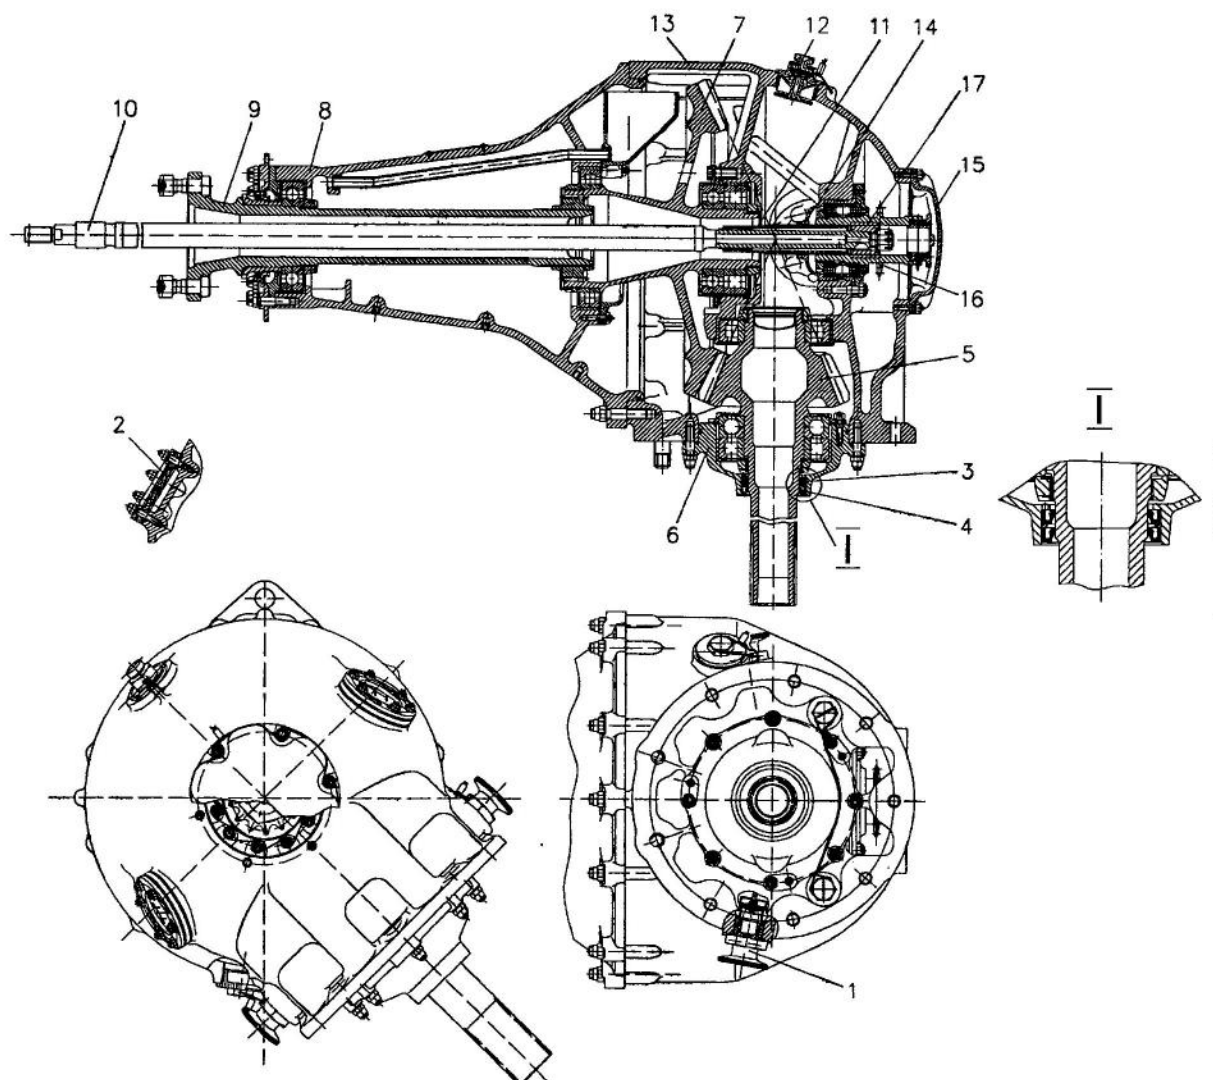

Рис. 1 (лист 1 из 2) Редуктор хвостовой
Хвостовой редуктор (рис. 1) предназначен для передачи вращения тянущему рулевому винту с требуемым числом оборотов.
Хвостовой редуктор (см. рис.1) состоит из следующих основных узлов: картера (13), ведущего колеса (5) с крышкой (6), ведомого вала (9) с ведомым колесом (7), крышки картера (8), штока (10) со шлицевой гильзой (11) и червяком штока (17), звездочки (16), магнитных пробок (1), масломерных стекол (2).